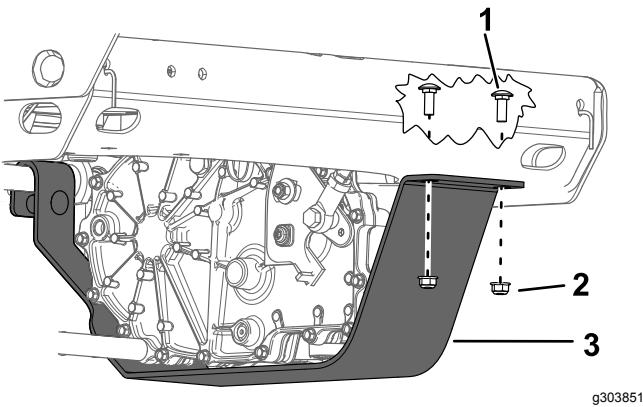

図 62
- トランスアクスルガードからボルト2本とナットを外す図 62。